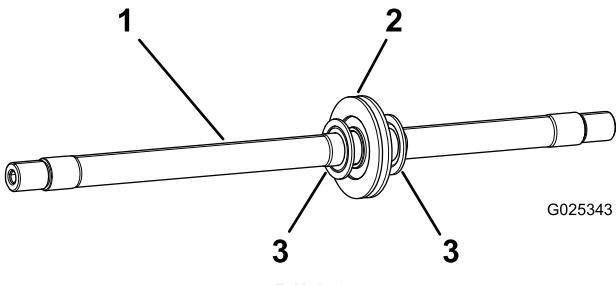

Bild 6
1. Bauen Sie am etwas größeren Bereich der Achse eine Distanzscheibe ein, wo die 2 Walzenrohre aufeinandertreffen (Bild 6).
2. Bauen Sie auf beiden Seiten der Distanzscheibe ein Flockfaser-Lagerschild ein (Bild 6).